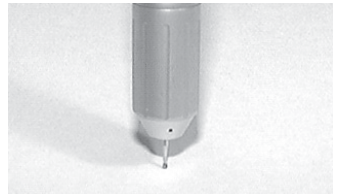

Abb. 12
- 1) Da das Spannfutter des PRESTO AQUA Handstücks selbstklemmend ist, die FG-Bohrer mit 1,6-mm-Schaft einsetzen und wie in Abb. 12 dargestellt hineindrücken.